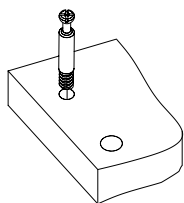

Рис.1
2. Вкрутите шпильки минификсов в детали 1, 2, 3 (Рис.1).